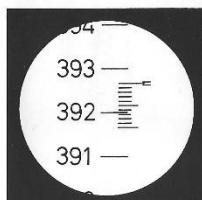

Fig. 7 Lectura en el microscopio del NAK2
El NAK2 va provisto de un círculo horizontal. Para hacer la lectura, se utiliza el microscopio de escala cuyo ocular (10) se halla a la izquierda del ocular del anteojo. El intervalo de división del círculo es 1 gon (1') y cada trazo está numerado. El trazo con su cifra que entra en la escala indica los grados y sirve al mismo tiempo de índice para la lectura de los minutos. El cero de la escala está en la parte superior de la misma. La escala está dividida en 6 (10) intervalos de 0,1 gon (10'), de manera que la posición del índice de lectura puede estimarse a 10 gon (1') (fig. 7).